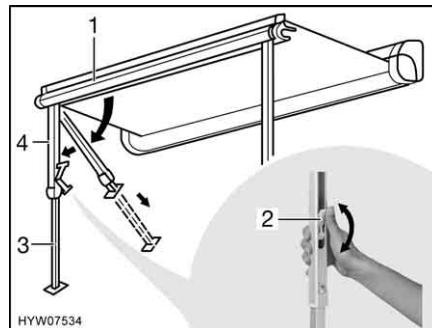

Fig. 14 Installazione dei montanti di supporto
- Estrarre i montanti di supporto (Fig. 14,4) dal listello anteriore (Fig. 14,1) ribaltandoli e montarli.
- Aprire il bloccaggio sui montanti di supporto. A tal fine ripiegare la leva di serraggio (Fig. 14,2) verso l'alto.
- Estrarre la parte inferiore dei montanti di supporto (Fig. 14,3) fino alla lunghezza desiderata.